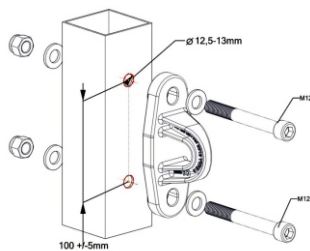

Abbildung 5. Montage der Schraubverbinder zusammen mit der Anschlagseinrichtung an eine Stahlstruktur
- pour les vis inoxydables (A2) et résistantes aux acides (A4) – classe de résistance non inférieure à 70 (fig. 5)
- für nicht rostende (A2) und säurebeständige (A4) Schrauben - Festigkeitsklasse nicht geringer als 70. (Abb. 5)